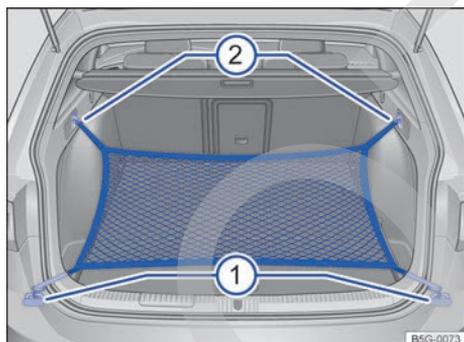

Fig. 168 En el maletero: argollas ① y ganchos ② para enganchar la bolsa de red.
- Fije los ganchos cortos de la bolsa en las argollas de amarre → fig. 168 ① → ⚠️. La cremallera de la bolsa tiene que quedar hacia arriba.
- Fije las cintas en los ganchos para colgar bolsas ②.